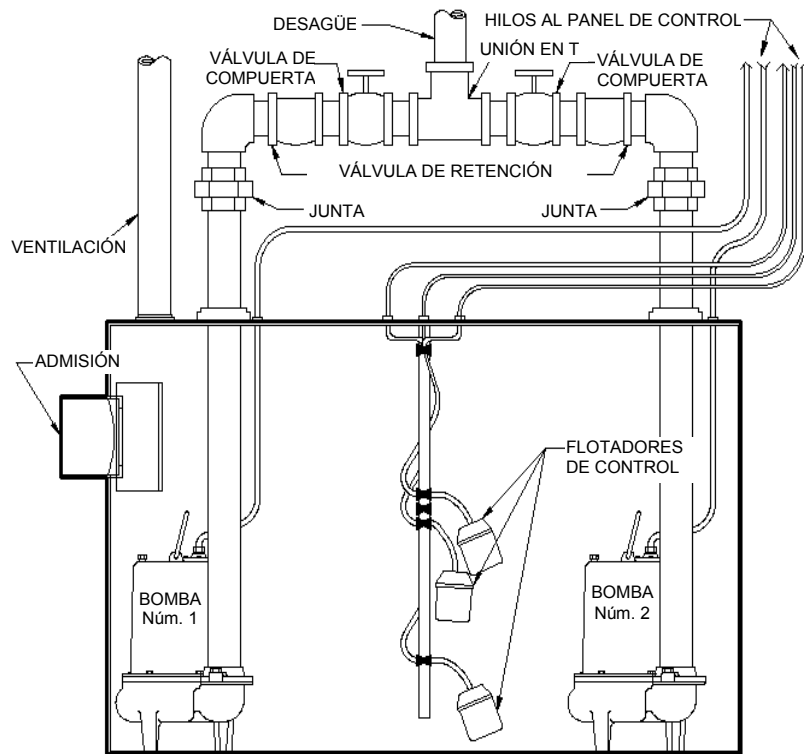

Fig. 3 – Instalación típica de un sistema doble
B. **Sistemas dobles (dos bombas) (vea la Fig. 3):** Coloque ambas bombas en el fondo de la cubeta. El control doble incluye 3 ó 4 flotadores conectados a una de las tuberías de desagüe o a una varilla independiente colgada de la tapa. Siga las instrucciones del control doble. El nivel mínimo de apagado de la bomba no se debe fijar por debajo de los 15.24 cm (6 pulg.). Los flotadores tienen que poder moverse libremente. Conecte una tubería de descarga distinta a cada bomba. **IMPORTANTE: no reduzca el tamaño de la tubería de desagüe por debajo del tamaño de la salida de la bomba.** En las bombas de aguas residuales no debe ser inferior a 5.08 cm (2 pulg.). En ciertos casos hará falta aumentar el tamaño de la tubería para reducir las pérdidas por fricción. Comuníquese con Liberty Pumps o con una persona calificada si tiene alguna pregunta sobre el tamaño de la tubería y del caudal. Para evitar el reciclaje de líquidos en instalaciones dobles, habrá que instalar una válvula de retención en cada línea de descarga antes de unir las dos descargas en una línea común. Estas válvulas se pueden instalar dentro o fuera de la cubeta dependiendo del tamaño de esta última. Instale las tapas de la cubeta y séllelas apropiadamente.